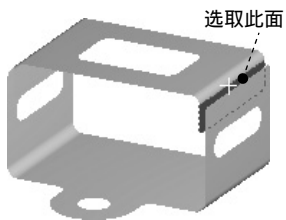

图 7.6.53 选取接触面参考
(1) 选择命令。在“Outline”窗口中选中 **Connections** 并右击, 在弹出的快捷菜单中选择 **Insert** → **Manual Contact Region** 命令, 弹出定义接触参数对话框。
(2) 定义接触面。选取图 7.6.53 所示的面为接触面参考, 单击 **Contact** 文本框后的 **Apply** 按钮, 然后在定义接触参数对话框中的 **Contact Shell Face** 下拉列表中选择 **Top** 选项, 完成接触面定义。